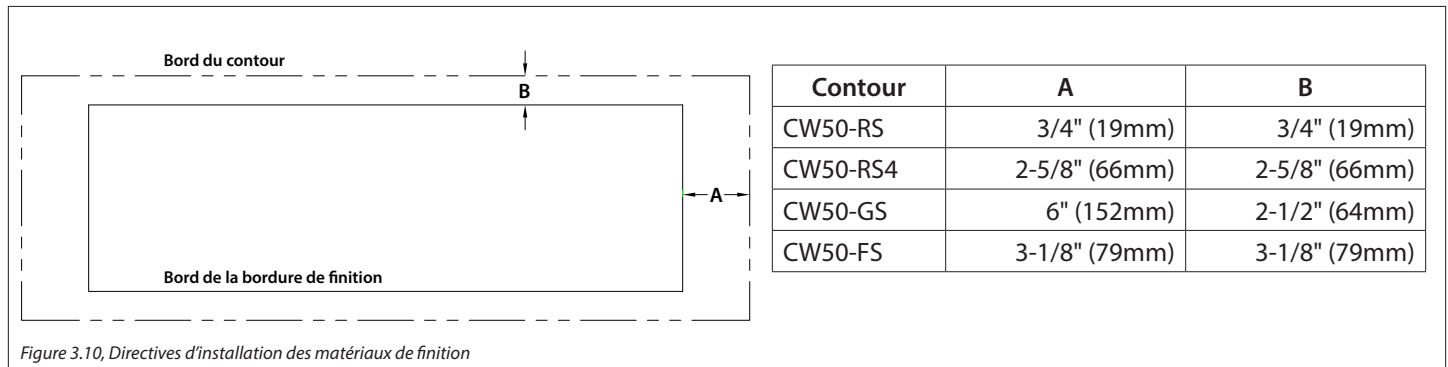

Figure 3.10, Directives d'installation des matériaux de finition
- La Figure 3.10 montre les limites des matériaux de finition, mesurées à partir du bord de finition, pour permettre d'installer l'un des contours optionnels. La plupart des matériaux de ne pourront pas s'installer en dessous du contour optionnel, une fois installé.